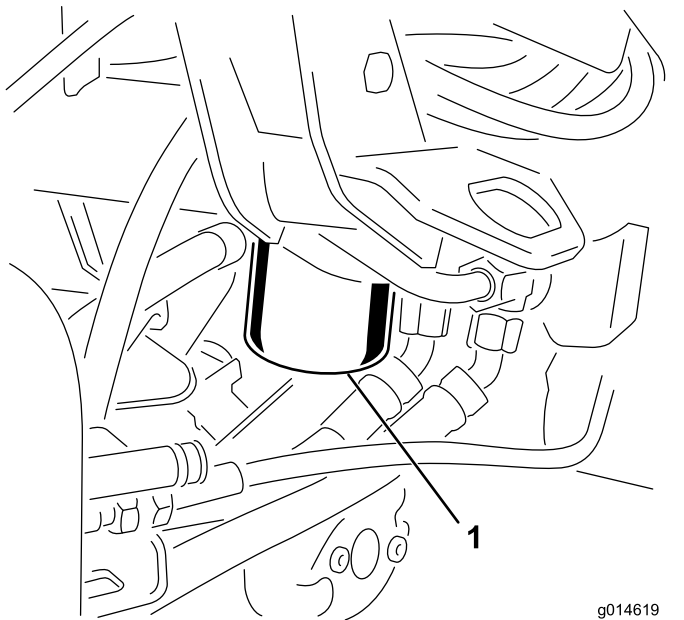

Bild 58
1. Reinigen Sie den Anbaubereich des Filters (Bild 58). Stellen Sie eine Auffangwanne unter den Filter und entfernen den Filter.